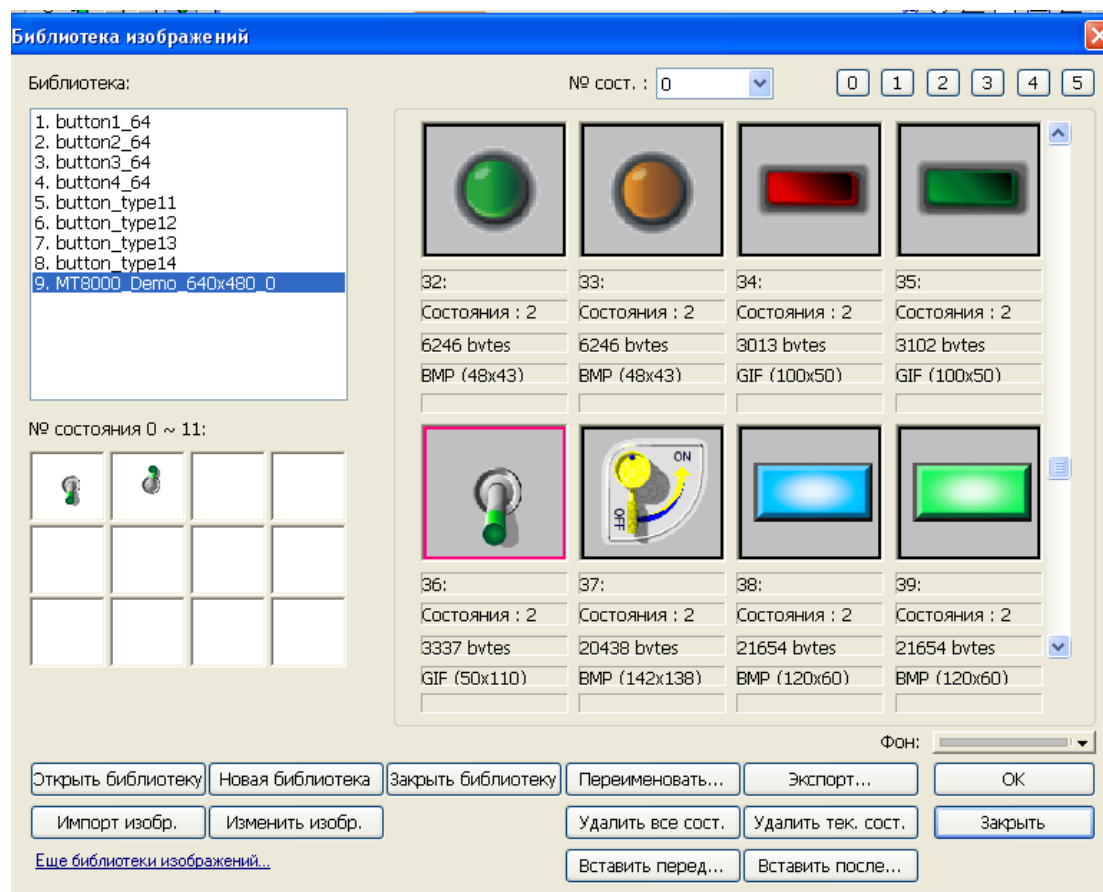
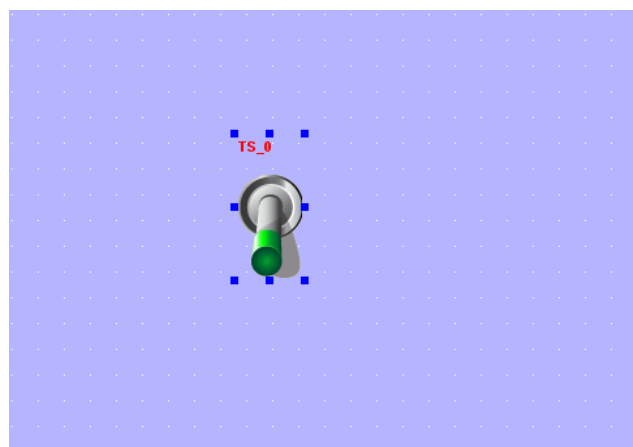

Рис. 17. Выбор изображения тумблера для элемента Битовый переключатель
Рис. 18. Элемент Битовый переключатель с привязанным к нему изображением тумблера
3.5.7. Найти изображение тумблера (рис. 17). Нажать **ОК**. Элемент Битовый переключатель с привязанным к нему изображением тумблера появится в поле окна экранной формы (рис. 18).